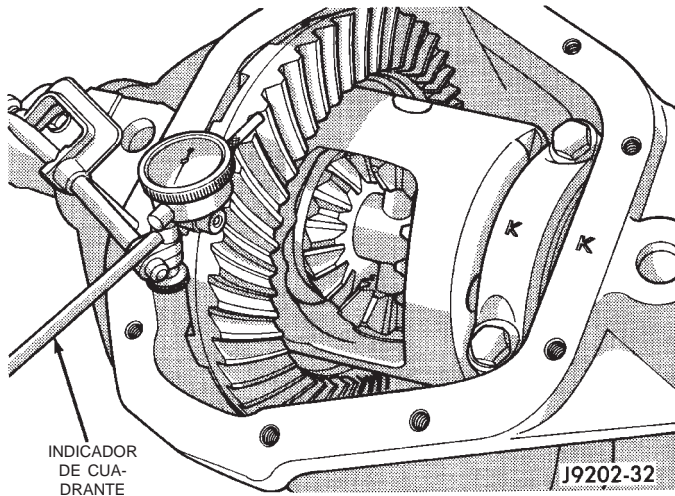
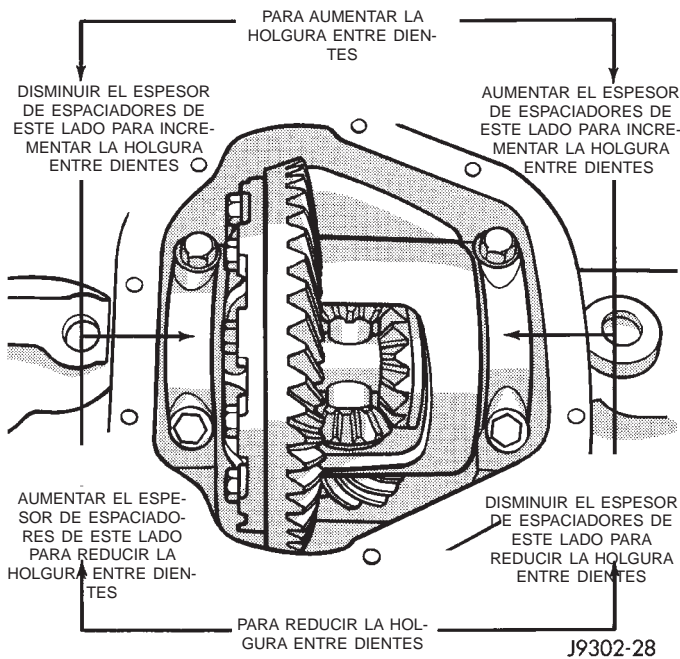

Fig. 69 Medición de la holgura entre dientes de la corona
Fig. 70 Ajuste de espaciadores para la holgura entre dientes
(25) Reste 0,076 mm (0,003 pulg.) de la lectura del indicador de cuadrante para compensar la holgura entre los dientes de la corona y el piñón. Este total representa el espesor de espaciador necesario para lograr la holgura correcta.
(26) Reste el espesor de espaciadores para la holgura entre dientes del espesor total de espaciadores para el ajuste previo. El resultado es el espesor de espaciadores necesario en el lado del piñón de la caja del eje.
(27) Gire el indicador de cuadrante alejándolo del pasador guía.
(28) Retire la caja del diferencial y los cojinetes de prueba de la caja del eje.
(29) Instale los espaciadores de cojinete laterales en las mazas de la caja del diferencial.
(30) Instale los cojinetes laterales y cubetas en la caja del diferencial.
(31) Instale el separador W-129-B, utilizando determinados artículos del juego de adaptadores 6987, en la caja del eje y separe la abertura del eje lo suficiente como para que pase el diferencial.
(32) Instale la caja del diferencial en la caja del eje.
(33) Retire el separador de la caja del eje.
(34) Gire la caja del diferencial varias veces para asentar los cojinetes laterales.
(35) Coloque el émbolo del indicador contra un diente de la corona (Fig. 69).
(36) Empuje y sostenga la corona hacia arriba para impedir que gire el piñón satélite.
(37) Coloque en cero la aguja del indicador de cuadrante.
(38) Empuje y sostenga la corona hacia abajo para impedir que gire el piñón satélite. La lectura del indicador de cuadrante debería estar entre 0,12 mm (0,005 pulg.) y 0,20 mm (0,008 pulg.). Si la holgura entre los dientes de la corona no cumple con las especificaciones, transfiera el espesor necesario de un lado de la caja del eje al otro (Fig. 70).
(39) Verifique el descentramiento del diferencial y la corona midiendo la holgura entre los dientes de la corona y el piñón satélite en distintos lugares alrededor de la corona. Las lecturas no deberán variar en más de 0,05 mm (0,002 pulg.). Si las lecturas varían más de lo que indican las especificaciones, la corona o la caja del diferencial están defectuosas.